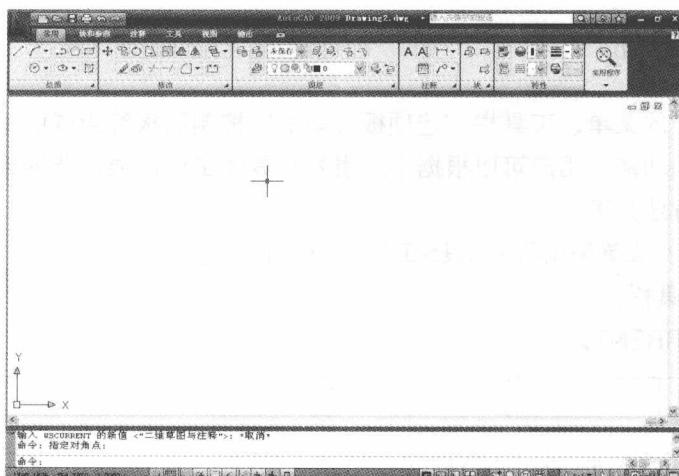

图 1-2 系统初始默认的工作空间
- (1) 启动 AutoCAD 2009 中文版，进入系统初始默认的工作空间，如图 1-2 所示。